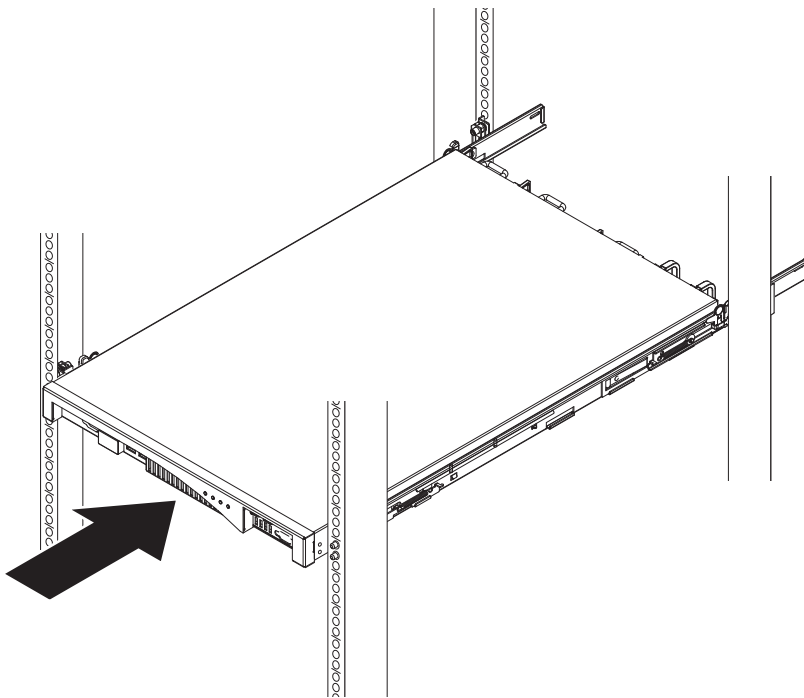

図7. アプライアンスをラックにスライドさせて入れる
1. アプライアンスをラックにスライドさせて入れます。18 ページの図 7 に示すように、ラックの前面から、アプライアンスをマウント・レールの上にスライドさせます。アプライアンスが所定の位置にロックされるまでは、最後までスライドさせないでください。